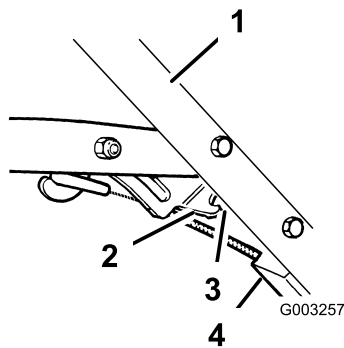

Figura 30
- A. Afloje la tuerca del soporte del cable (Figura 30).
- B. Inserte un objeto que mida de 5 a 6 mm (3/16 a 1/4 pulgada) entre la palanca de freno y el manillar (Figura 30).
- C. Tire hacia abajo del conducto del cable hasta eliminar la holgura del cable (Figura 30).